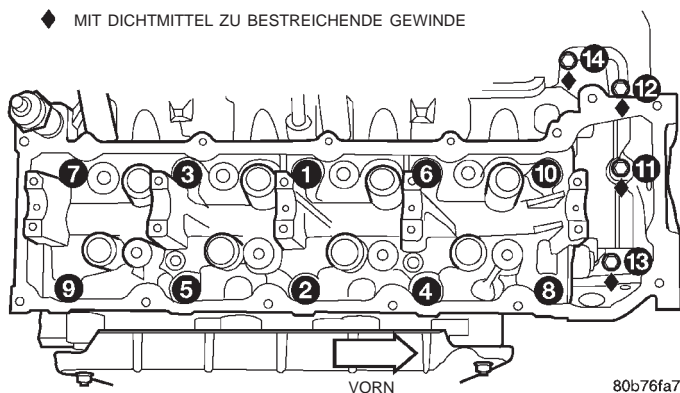

Abb. 56 Anziehreihenfolge der Zylinderkopfschrauben
(6) Die Schrauben der Reihe nach festziehen (Abb. 56). Die Schrauben sind in mehreren Durchgängen mit den folgenden Anzugsmomenten festzuziehen: